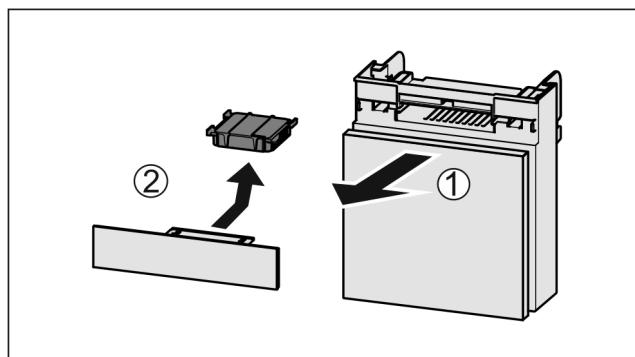

Fig. 31
- Потягніть Fig. 31 (1) відділення вперед.
- Витягнути Fig. 31 (2) фільтр з активованого вугілля.